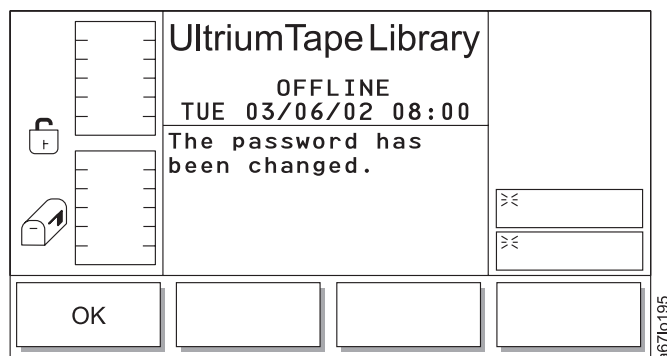

Abbildung 158. Dialog für geändertes Kennwort
- Wird **OK** ausgewählt und wurde das korrekte Kennwort eingegeben, erscheint der Dialog für geändertes Kennwort (siehe Abb. 158 auf Seite 172). Wurde ein falsches Kennwort eingegeben, erscheint die Fehlernachricht You did not enter a valid password.
- Wird **OK** ausgewählt und wurden die korrekten Kennwörter eingegeben, erscheint der Dialog für geändertes Kennwort (siehe Abb. 158). Wurde ein falsches Kennwort eingegeben, erscheint die Fehlernachricht You did not enter a valid password.
Tabelle 107. Übersetzung von Abb. 158, Dialog für geändertes Kennwort